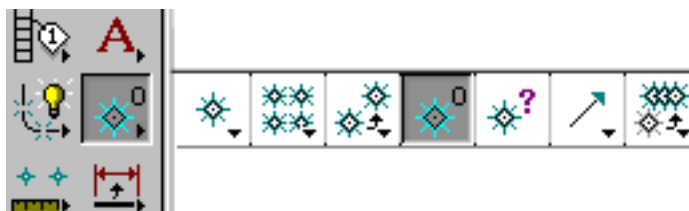

рис. 70
3. Установить базовую точку при помощи *Определение базовой точки фрагмента* из меню пиктограмм *Основная\Фрагменты* (рис. 70). Обычно в качестве базовой точки используют левую нижнюю точку элемента или его характерную точку.